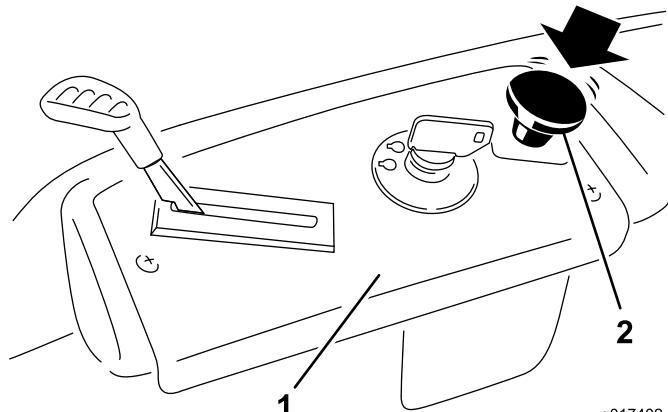

Figura 11
2. Desengate as lâminas movendo o interruptor de controlo da lâmina para Off (Figura 11)